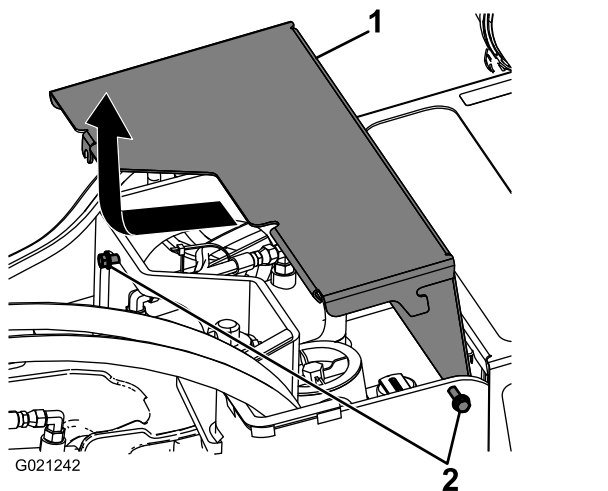

図 24
3. 前カバーを機体に固定しているボルト 2 本をゆるめる 図 24。
4. カバーを前方に少しずらし、そこから持ち上げて機体から取り外す 図 24。
5. 前カバーを取り付ける時はセットし、先ほど取り外したボルト 2 本で機体に固定する (図 24)。